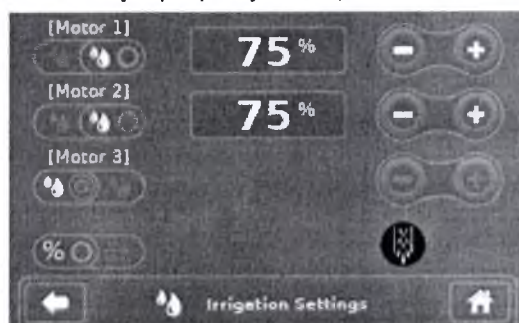

Рисунок 20 – Настройки ирригации (Промывка)
2. Нажмите и удерживайте кнопку  (Промывка) до тех пор, пока не будут удалены остатки мусора (Рисунок 20).